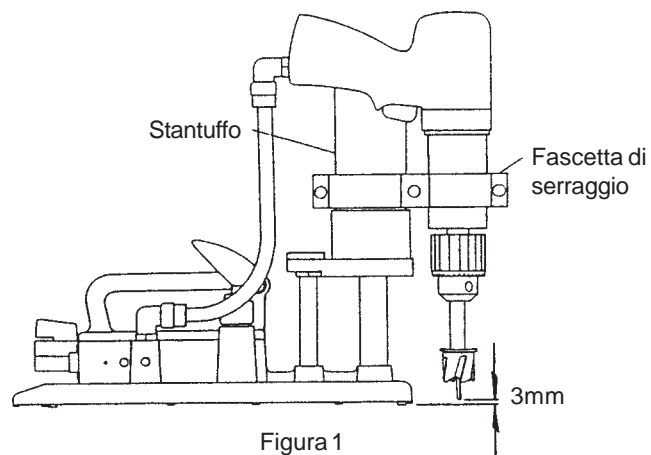

Figura 1
4. Utilizzando la chiave esagonale da 5 mm. fornita in dotazione, allentare entrambe le viti su ciascuna estremità della fascetta e regolare in modo che la punta di taglio sia il più vicino possibile alla zona di lavoro. Analogamente, la fascetta deve venire posizionata il più in basso possibile sullo stantuffo, come mostrato in figura 1. Si otterrà così una distribuzione ottimale del carico lungo tutta l'unità. Serrare le viti con la stessa chiave esagonale da 5 mm. utilizzata in precedenza.